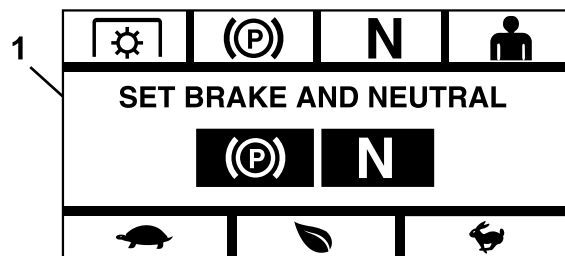

Figura 14
**Nota:** Si quita el freno de estacionamiento o mueve las palancas de control de movimiento de la posición de BLOQUEO/PUNTO MUERTO en cualquier momento, se cancelará el proceso y se le indicará que ponga el freno de estacionamiento y que mueva las palancas de control de movimiento a la posición de BLOQUEO/PUNTO MUERTO (Figura 14).